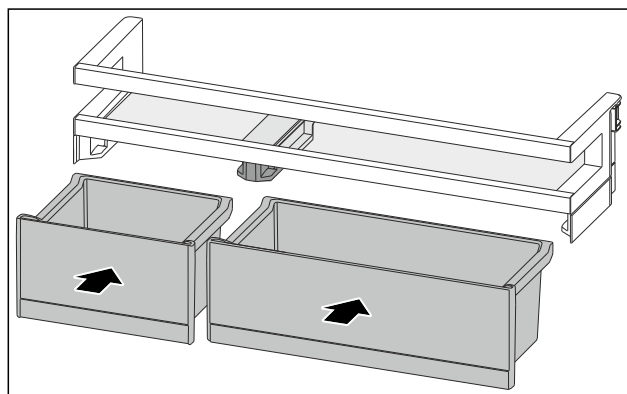

Fig. 90
- ▶ VarioBoxy vložte v opačném pořadí. (viz Fig. 90)